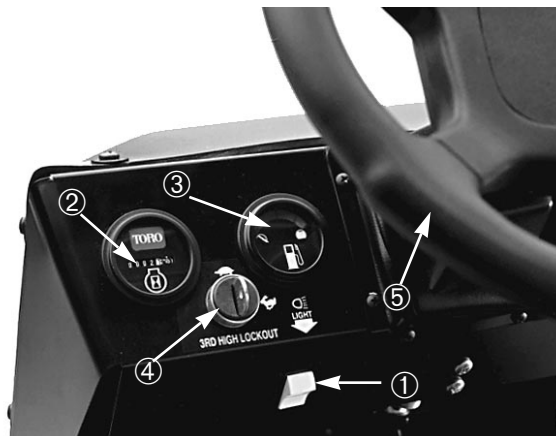

Fig. 13
Timetæller (Fig. 13)—Registrerer det totale antal timer, motoren arbejder. Timetælleren begynder at fungere, når nøglekontakten drejes til TILSLUTTET (ON).
Lyskontakt (Fig. 13)—Denne kontakt bruges til at tænde og slukke forlygterne. Tryk for at tænde for lygterne.
Brændstofmåler (Fig. 13)—Viser hvor meget brændstof, der er i tanken. Virker kun, når tændingskontakten står på TILSLUTTET (ON).
Låsekontakt for 3. gear i højt område (Fig. 13)—Hvis denne kontakt sættes på langsom stilling og nøglen fjernes, vil det forhindre brugen af 3. gear i det høje område. Motoren vil blive afbrudt, hvis gearstangen sættes i 3. gear, når den er i højt område. Sæt nøglen i med tænderne vendt nedad. Tryk nøglen ind for at dreje den. Nøglen kan fjernes i begge stillinger.
Rat (Fig. 13)—Bruges til at styre vognen. Hvis motoren går i stå eller servostyringen ikke virker p.g.a. en fejl, skal der bruges større kraft til at styre vognen.